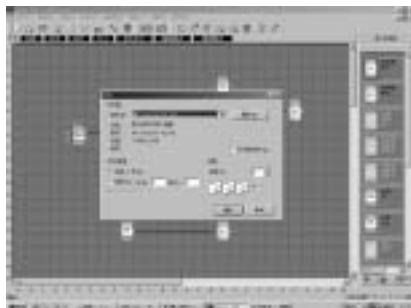

图 4.16 文件打印
2. 弹出如图 4.16 所示的对话框，按照对话框中的提示设置您的打印要求；